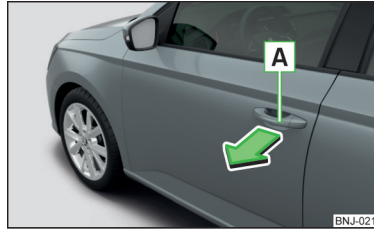

Abb. 35
- Am Türgriff **A** in Pfeilrichtung ziehen » Abb. 35.